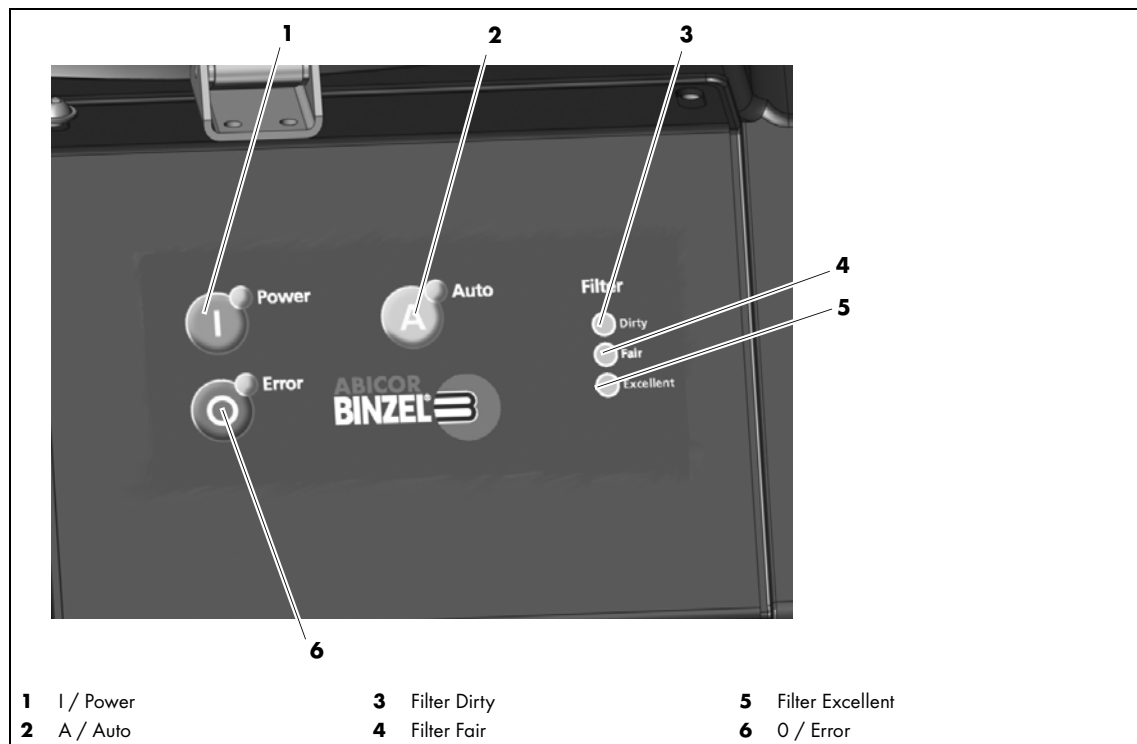

Abb. 3 Bedienelemente
- 1 Brennersystem (4), Schlauch und Gummistutzen mit Absauggerät (1) verbinden.
- ⇒ Abb. 3 Bedienelemente auf Seite DE-10